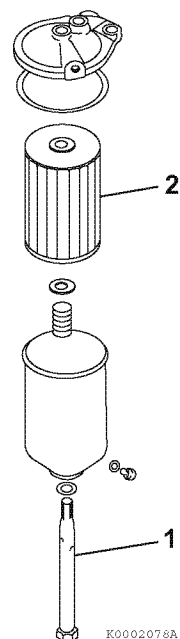

Figura 1
2. Rimuovere il bullone centrale (1, **Figura 1**) al di sotto del filtro ed estrarre la cartuccia (2, **Figura 1**).
3. Sostituire la cartuccia con una nuova e serrare il bullone centrale (1, **Figura 1**).